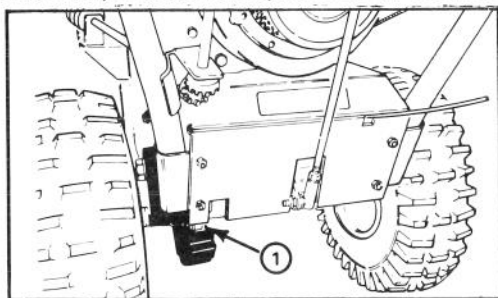

Figure 17
1. Une fois par an, la chaîne d'entraînement doit être lubrifiée à l'aide d'une huile pour chaîne (fig. 17). Essuyez toute huile qui a coulé à l'extérieur.